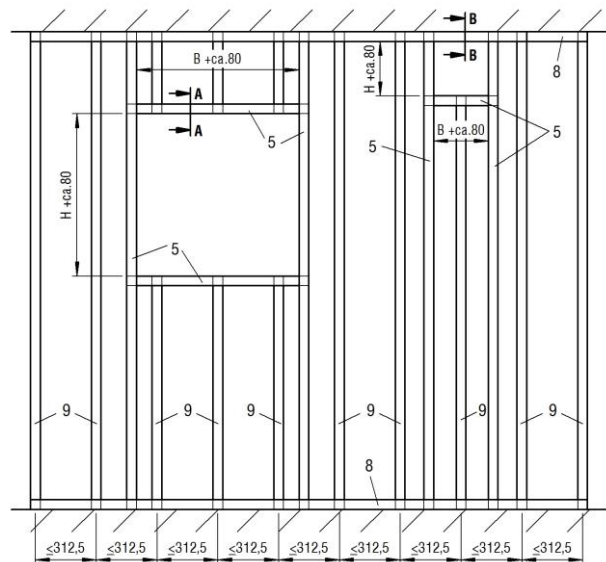

Abbildung 37: Metallständerwerk mit erforderlichen Auswechslungen (Brandwand)
- Metallständerwerk der Wand gemäß den Angaben des Wandherstellers herstellen und Auswehlungen entsprechend der Abbildung 37 vorsehen.